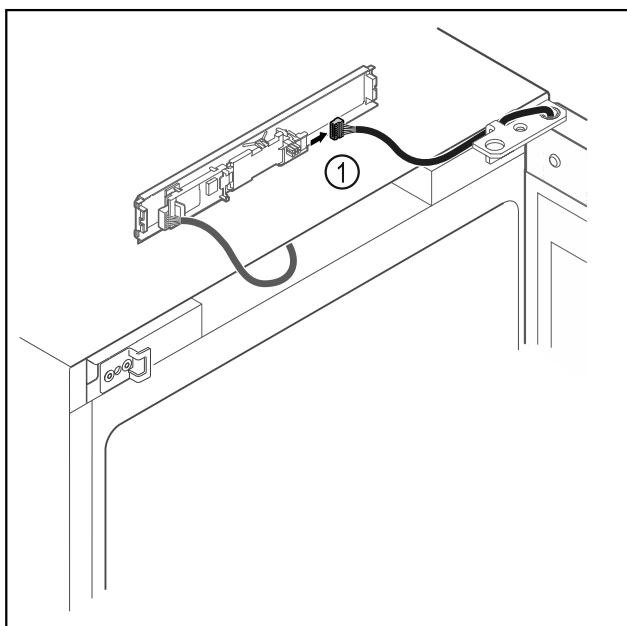

Fig. 16
- ▶ Извадете щекера Fig. 16 (1) от платката.